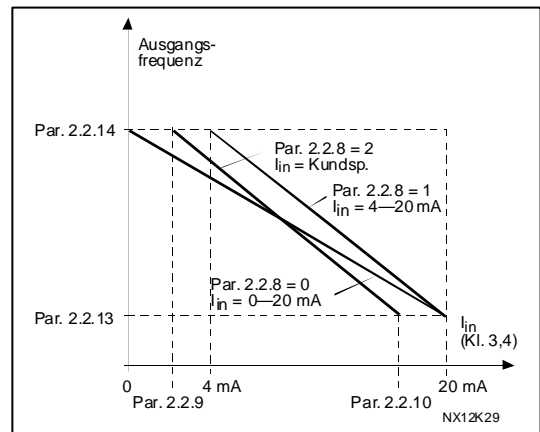

Abbildung 4- 9. Inversion des AI2-Signals
2.2.11 Analogeingang AI2 (I_{in}), InversionParameter 2.2.11 = 0, I_{in} -Eingangssignal wird nicht invertiert.Parameter 2.2.11 = 1, I_{in} -Eingangssignal wird invertiert (siehe Abbildung 4- 9).Höchstwert I_{in} -Signal = Kleinste DrehzahleinstellungMindestwert I_{in} -Signal = Größte Drehzahleinstellung